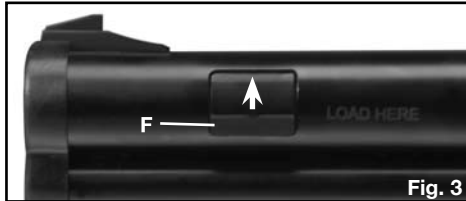

Fig. 3
- F. Port de chargement (Fig. 3)
- Tout en gardant votre main loin de la sortie du canon, ouvrez la porte de chargement des BB. (Fig. 3).